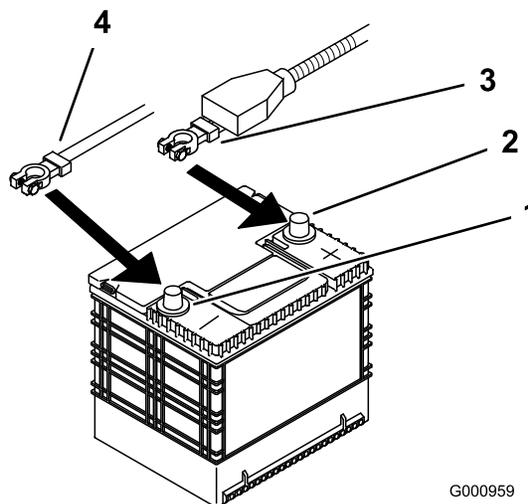

Figure 53
4. Commencez par débrancher le câble négatif de la batterie de la borne négative (-) de la batterie (Figure 53).
5. Enlevez le capuchon rouge de la borne positive (rouge) de la batterie. Débranchez ensuite le câble positif (rouge) de la batterie (Figure 53).
- Fixez les câbles à l'aide de 2 boulons (1/4 x 3/4 po), 2 rondelles (1/4 po) et 2 contre-écrous (1/4 po) (Figure 53).